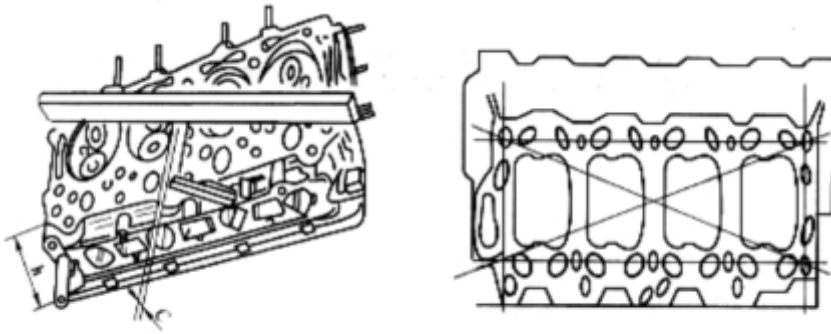

图 2.18 用钢直尺或刀形尺检查气缸盖的下平面
(3) 操作步骤 ①气缸盖变形的检修。气缸盖的翘曲变形程度可以通过检测气缸盖下平面的平面度获得。1)将所测气缸盖倒放在检测平台上。 2)如图 2.18 所示，将钢直尺或刀形尺沿两条对角线和纵轴线贴靠在缸盖下平面上。